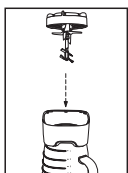

Fig. 4
4. Voltee la cuchilla con el anillo sellador hacia abajo y coloque en la parte inferior del vaso (Fig. 4).